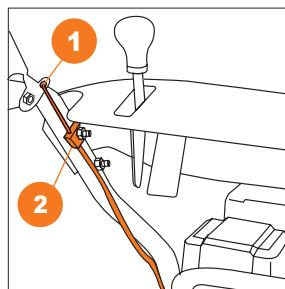

Рис. 10
- Зацепите левый трос привода колес 1 к левой ручке на панели оператора (Рис. 10).
- Закрепите фиксатор рубашки троса 2 к верхнему болту крепления панели оператора (Рис. 10).